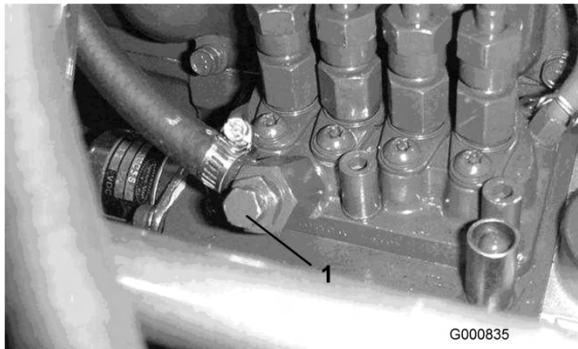

図 24
5. 燃料噴射ポンプについているエア抜きネジ (図 24) をゆるめる。